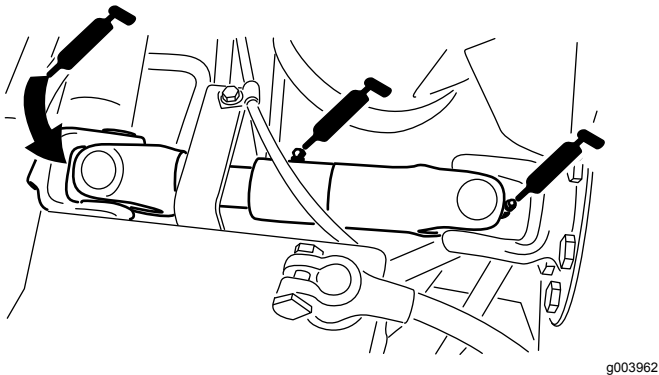

Figura 58
- Giunto ad U del semiasse fra motore e pompa (3)–Figura 58